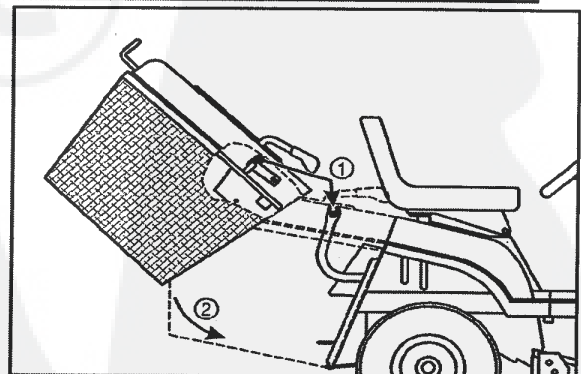

Fig. 6
### POSE DU BAC DE RAMASSAGE (Fig. 6)
1. Prendre à deux mains le bac de ramassage. Lui donner un angle d'environ 40° (Fig. 6).